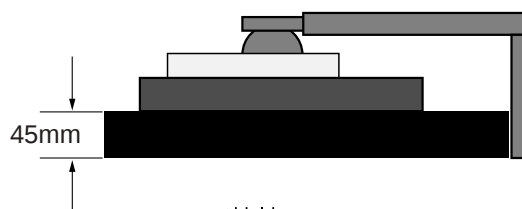

Abbildung S.1
3. Legen Sie den Monitor mit der Vorderseite nach unten auf eine weiche Oberfläche (der Bildschirm sollte auf eine um 45 mm/1,8 Zoll erhöhte Fläche gelegt werden, damit der Fuß bündig mit der Oberfläche des Tisches abschließt (siehe **Abbildung S.1**).